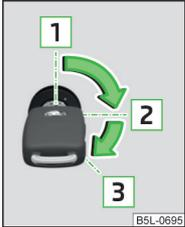

Abb. 87
Positionen des Fahrzeugschlüssels im Zündschloss » Abb. 87
- Den Schlüssel in die Position **3** drehen » Abb. 87 auf Seite 74, es erfolgt der Startvorgang. Dann den Schlüssel loslassen, der Motor springt automatisch an.
- Den Schlüssel in die Position **1** » Abb. 87 auf Seite 74 drehen.